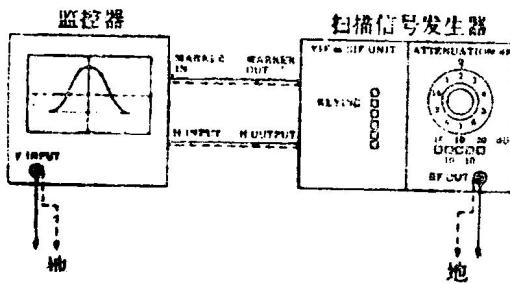

图30 测试仪器联接方法
- 接VIF扫描器至TP703，接监控电视至TP707如图30。